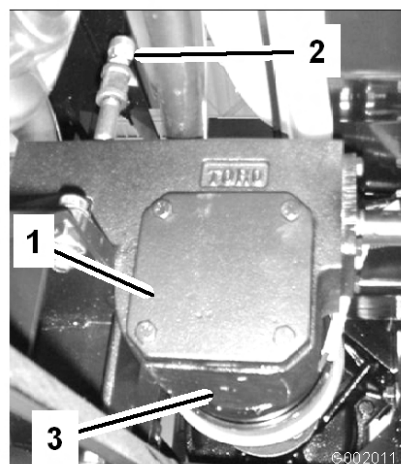

Figure 68
2. Placez un bac de vidange sous le bouchon de vidange du boîtier d'engrenages (Figure 68).
3. Retirez les bouchons de remplissage et de vidange (Figure 68) pour permettre à l'huile de s'écouler dans le bac.